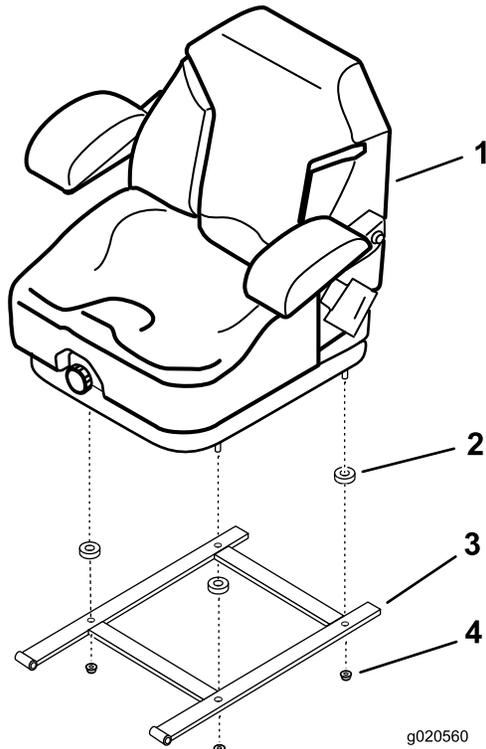

Figure 11
2. Placez une entretoise sur chacun des goujons (Figure 11).
3. Fixez le siège sur son armature avec 4 écrous à embase (5/16 po) (Figure 11).